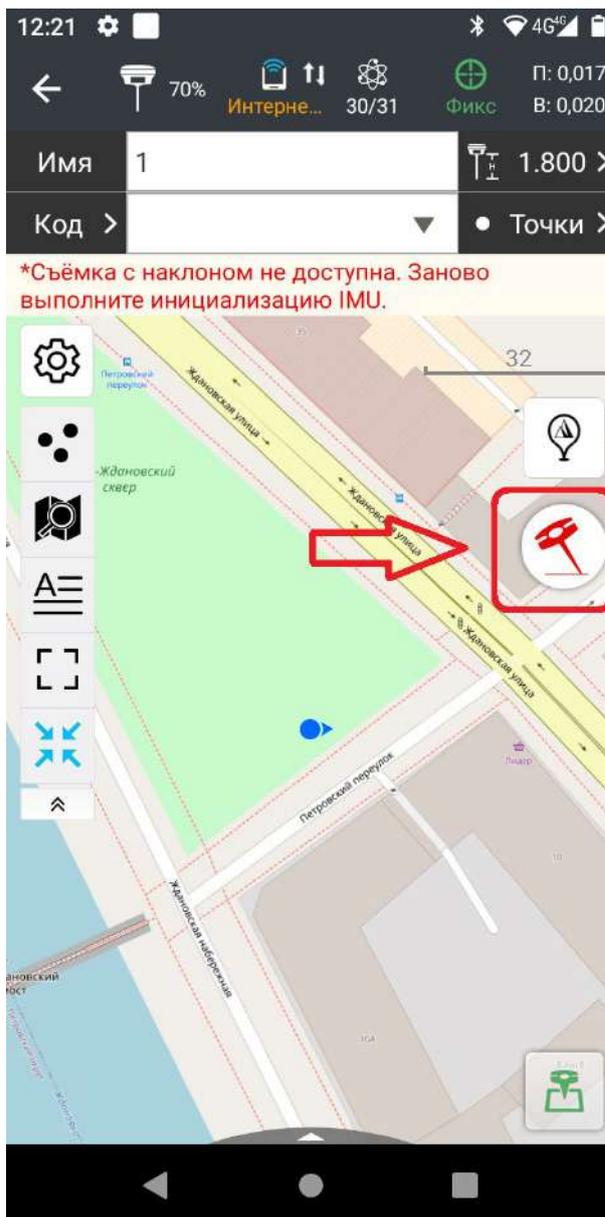
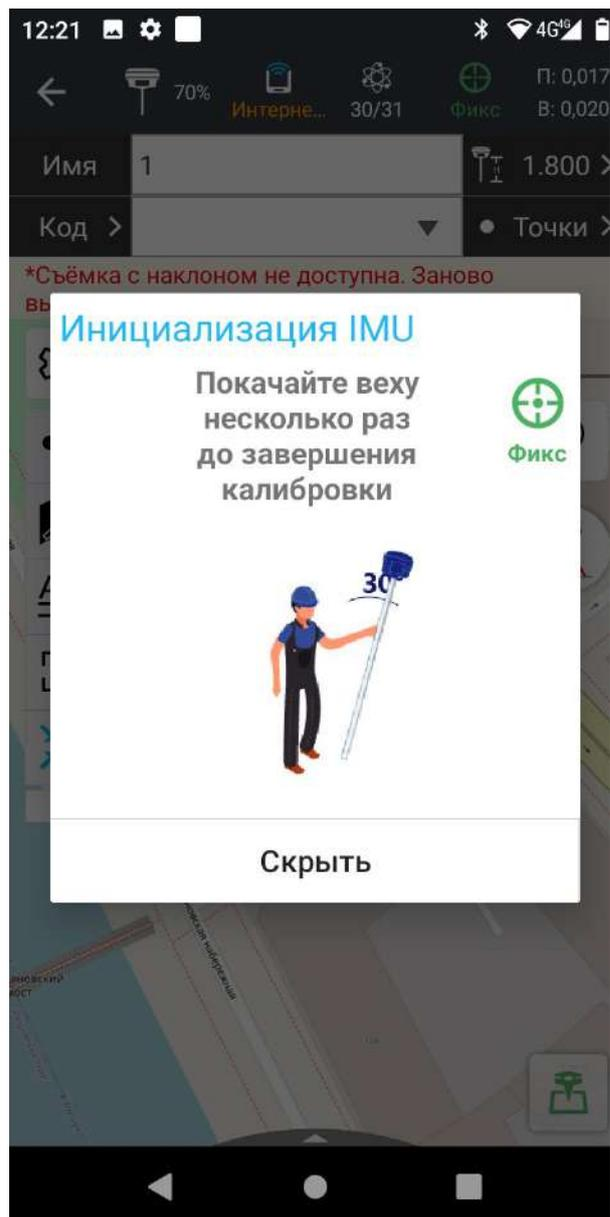

Рис. 2.67
Рис. 2.68
3. Запускаем режим съемки **с наклоном** (Рис. 2.67) и инициализируем инерциальную систему **IMU**. (Рис. 2.68,2.69)